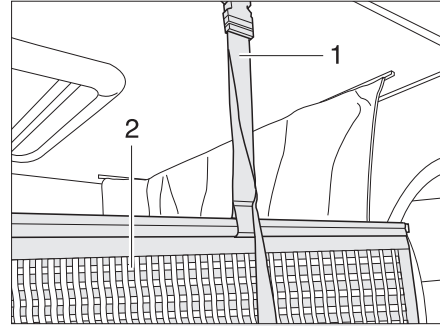

Fig. 168 Fixation filet de sécurité
Le filet de sécurité (Fig. 168,2) et les sangles de retenue sont rangés sous le matelas. Ne tendre le filet de sécurité qu'une fois que les personnes se trouvent dans le lit escamotable.
- Faire s'enclencher les sangles de retenue (Fig. 168,1) dans les œillets du plafond.